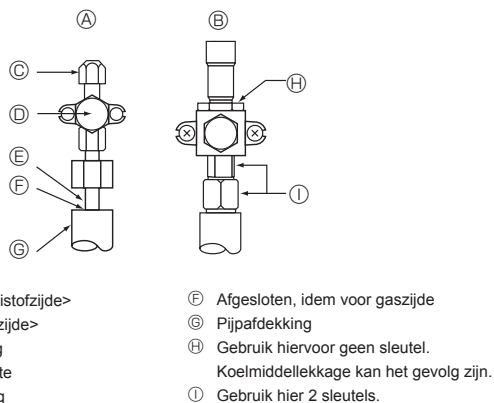

Fig. 4-5
4.4. Luchtdichtheid van de koelstofpijpen testen (Fig. 4-5)
- Als de druk in stap (2) of (3) terugloopt, is er een gaslek. Zoek het lek.